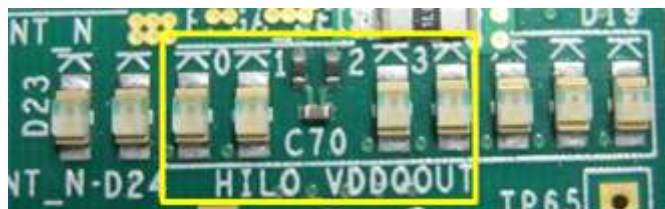
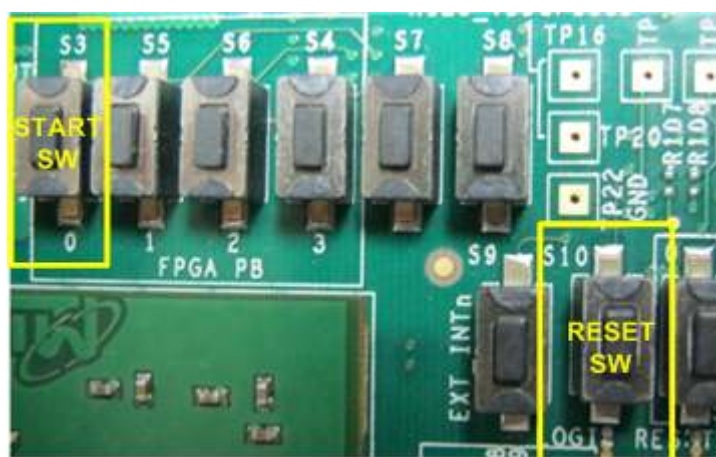

図 2-2: 動作状態を示す 4 ビットの LED (図左から LED0,1,2,3)
図 2-3: スタート SW(S3)およびリセット SW(S10)の位置
本デモの動作状態は図 2-2 に示すように 4 ビットの PGA LED (D25~D28) で表示されます。各 LED の状態定義について表 2-2 に示します。図 2-3 はスタート SW とリセット SW の位置を示したものです、スタート SW は S3 でリセット SW は S10 となります。
- 図 2-3 で図示していますが S3 位置のスタート SW を押下してシステムの初期化を実行します。そして図 4-7 または図 4-8 に示すように LED0 と DIPSW のビット 0 に応じた設定で LED が点灯することを確認してください。